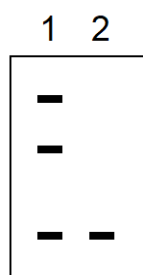

図 1
ある精製された球状のタンパク質について、(A) β -メルカプトエタノールを用いた条件で SDS-PAGE を行ったところ、下図 1 のような結果を得た。次に (B) ゲル濾過クロマトグラフィー (サイズ排除クロマトグラフィー) により分析したところ、下図 2 のような結果が得られた。またこのタンパク質の酵素活性の pH による変化を測定したところ、下図 3 のような結果が得られた。